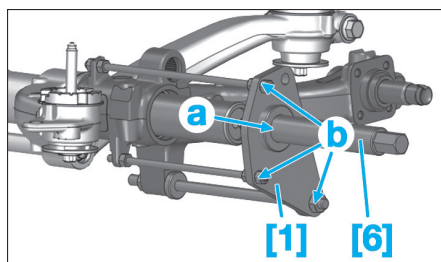

Fig. 61
- Mettre en place l'outil [1] et les 3 écrous (6) (sans les serrer) (Fig.61).
- Serrer les écrous (6).